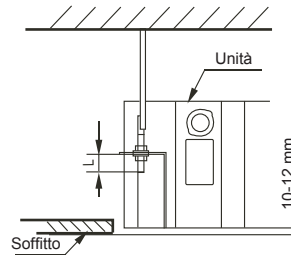

Fig. 5-6
- Fissare la posizione per assicurare che la distanza tra l'unità e i quattro lati del soffitto sia uguale. La parte inferiore dell'unità dovrebbe entrare nel soffitto 10~12 mm. (vedi fig.5-6)
- In generale, la lunghezza di L è metà di quella della vite del gancio d'installazione. (vedi fig.5-6)